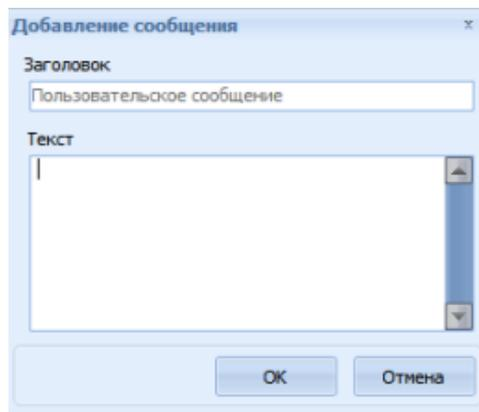

Рисунок 18.3 – Окно «Добавление сообщения»
– «Добавить пользовательское сообщение» – открыть диалоговое окно «Добавление сообщения», в котором можно ввести текст сообщения, данное сообщение будет отображаться в журнале событий в нижней части главного окна приложения (рисунок 18.3).